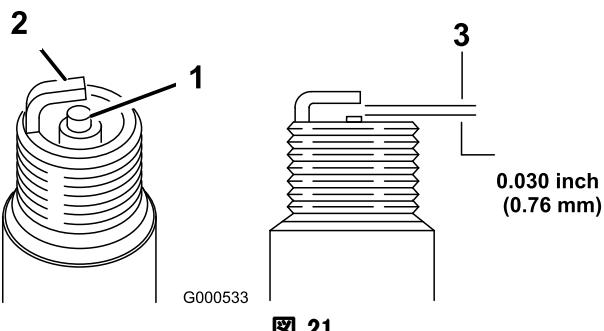

図 21
5. 電極間のすき間を 0.76 mm に調整する（図 21）。